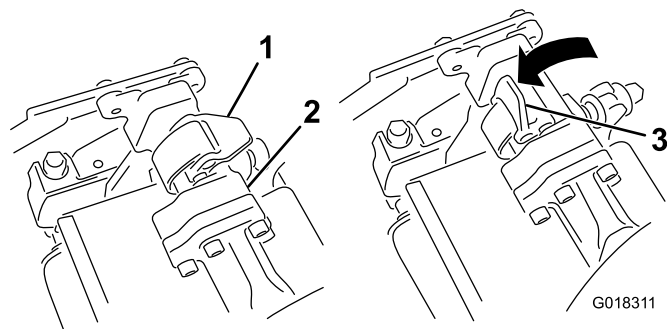
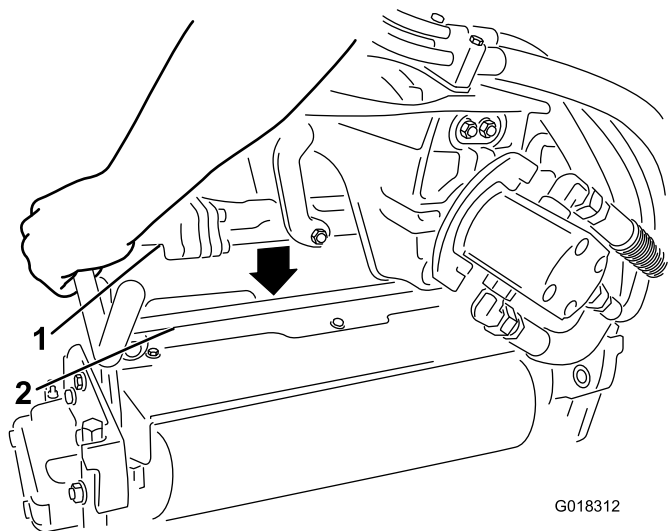

図 3
図 4
3. サスペンションアームのバーについているラッチを上向きにして(図3、サスペンションアームを押し下げて、バーを、トリローラユニットのバーの上に被せるようにする図4。
4. ラッチを下げて閉じるとトリローラユニットのバーがロックされてユニットがアームにセットされる 図 3。